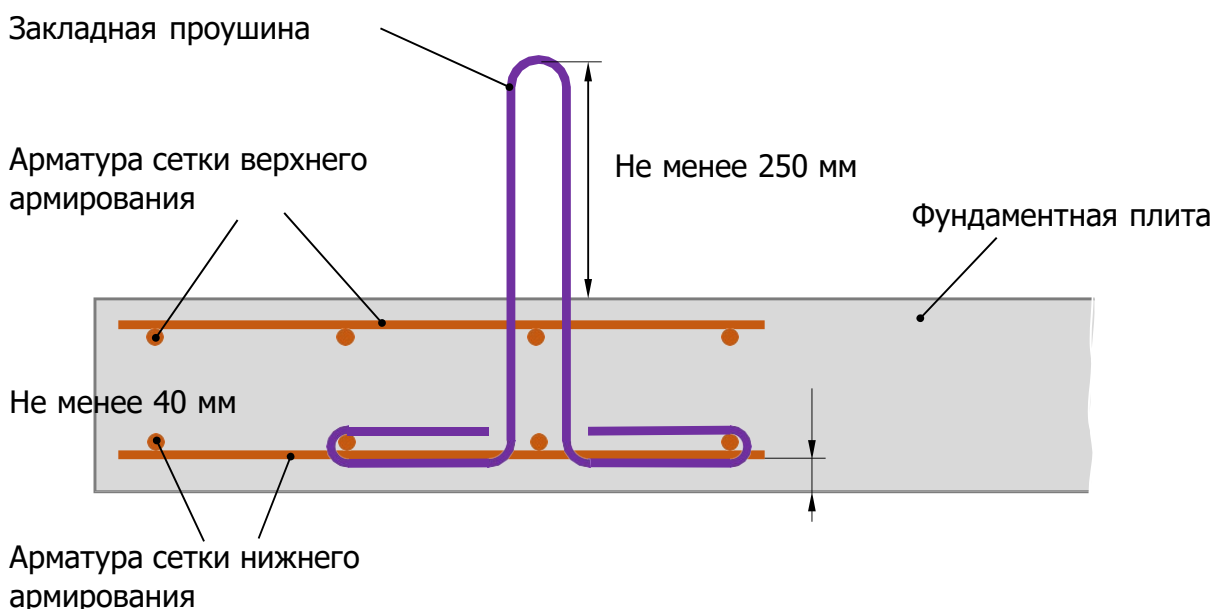

Рис. 9. Армирование фундаментной плиты
- армирование фундаментной плиты выполнять двумя сетками в верхней и нижней зонах, сохраняя защитный слой бетона не менее 40 мм от грани бетона до грани арматурного стержня (см. рис. 9);